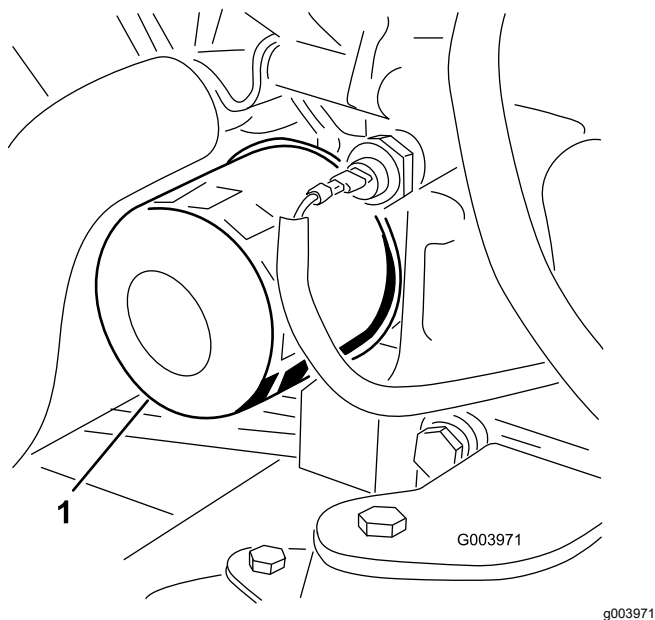

Figura 54
3. Retire o filtro do óleo (Figura 54).